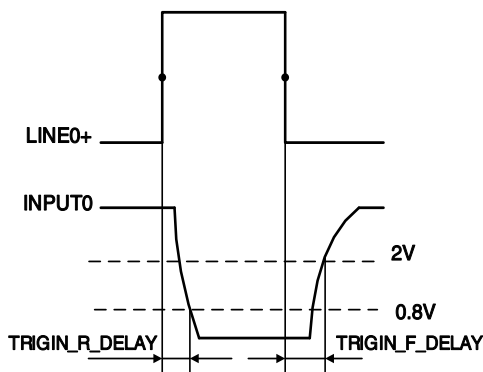

图 7-4 光耦隔离输入电路参数
- 上升沿延时时间:  $<50\mu\text{s}$  ( $0^\circ\text{C} \sim 45^\circ\text{C}$ ), 参数说明见图 7-4
- 下降沿延时时间:  $<50\mu\text{s}$  ( $0^\circ\text{C} \sim 45^\circ\text{C}$ ), 参数说明见图 7-4